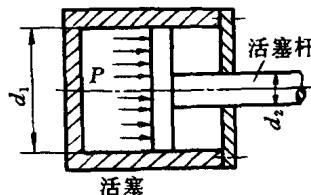

图 1-7
7. 某汽缸活塞直径  $d_1 = 60\text{ (mm)}$  如图 1-7 所示, 活塞杆直径  $d_2 = 20\text{ (mm)}$ , 若单位汽压  $P = 1\text{ (N/mm}^2)$ , 求活塞杆截面上的应力为多少?